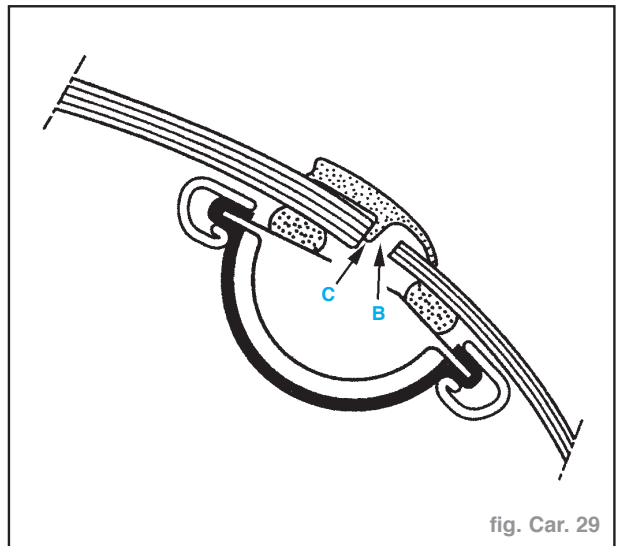

fig. Car. 29
Attention : Ne pas mettre de colle à pare-brise dans la gouttière (B) y compris dans les coins supérieurs pour permettre (fig. Car. 29) :
- le passage du talon (C) de l'enjoliveur,